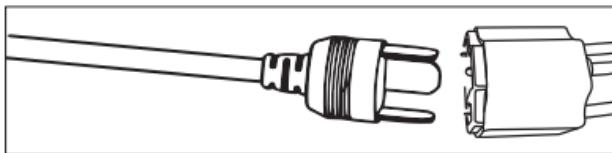

Figura-7
- 5.8 Ligue o conector de alimentação tal como indicado na figura 7.